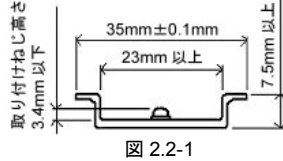

図 2.2-1
- 本器に適合する DIN レールの仕様は右図の通りです。(図 2.2-1)